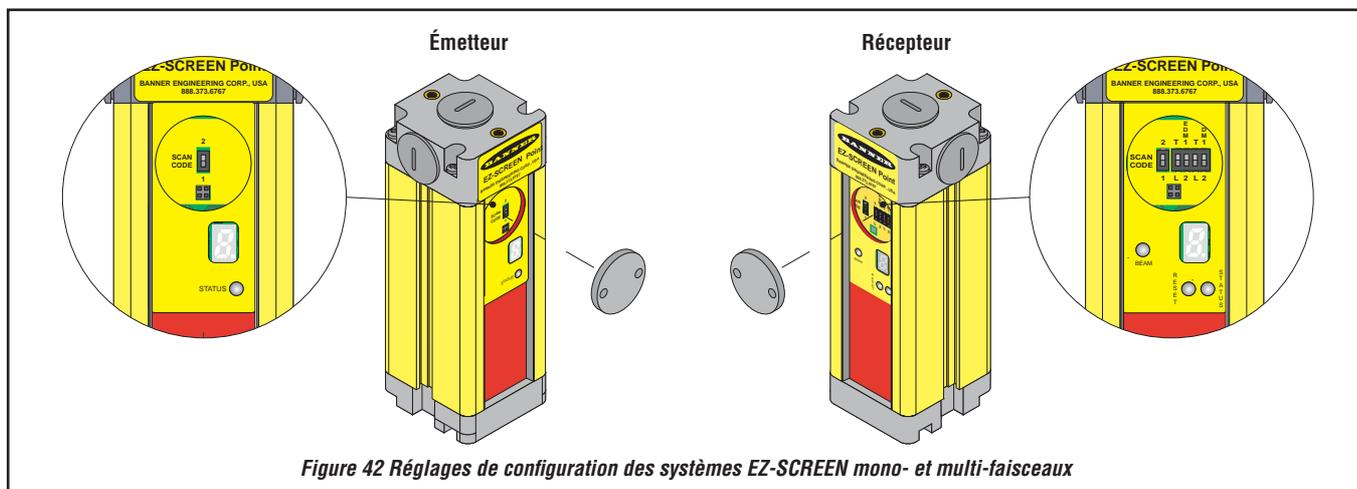

Figure 42 Réglages de configuration des systèmes EZ-SCREEN mono- et multi-faisceaux
- 5) Mettre les contacteurs DIP sur **2**, (voir Figure 42 en page 45) et brancher un shunt (fourni) entre EDM 1 (borne 6) et EDM 2 (borne 7).
Les réglages de configuration du système peuvent être effectués sur chaque émetteur/récepteur en retirant l'embout d'extrémité (démontable avec la clé à molette fournie) (voir Figure 42 en page 45). Quand les réglages de configuration
Le mode de réarmement automatique ou manuel est sélectionné avec deux commutateurs DIP du récepteur (voir Figure 42 en page 45). Les deux commutateurs DIP doivent être réglés à l'identique.
Le mode EDM est sélectionné par deux interrupteurs DIP du récepteur (voir Figure 42 en page 45).